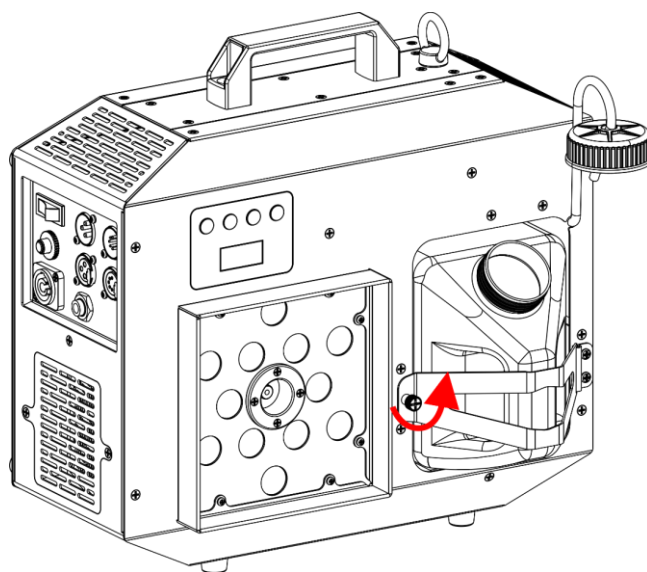

Fig. 07
- 02) Svitare la **vite di sicurezza per la staffa del serbatoio (04)**, come mostrato nella Fig. 07.